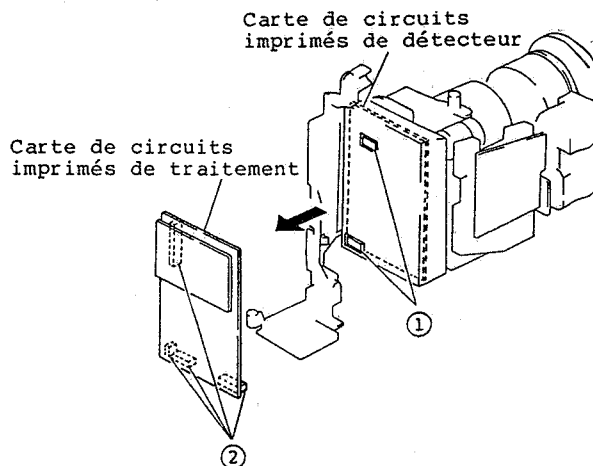

Fig. 2-14
1. Ecarter la carte à circuits imprimés de traitement en agissant dans la direction indiquée par la flèche et débrancher les deux (2) connecteurs (CN101, CN102) placés entre les cartes à circuits imprimés de traitement et de détecteur.
2. Débrancher les quatre (4) connecteurs (CN203, CN204, CN205, CN206). (Se reporter à la figure 2-14)